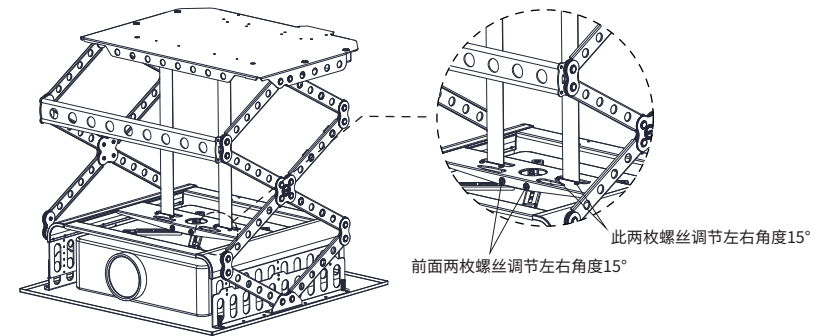

图5
三.投影机角度调节 (图5)
1.如图5所示,检测电动吊架在前后及左右方向上的水平。如有倾斜,可通过调节图示中螺母的上下位置,来调整投影机的水平,投影机重心不能过于前倾。